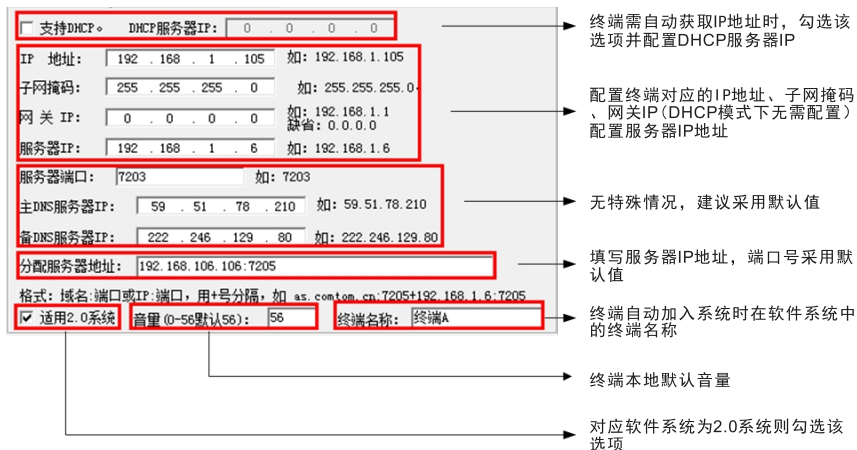

图3.7配置选项说明
6) 在配置栏输入需要配置的地址，点击“写入”，完成配置（如图3.7所示）。
4) 在配置栏（如图3.7所示）输入需要配置的地址，点击“写入”，此时完成配置。